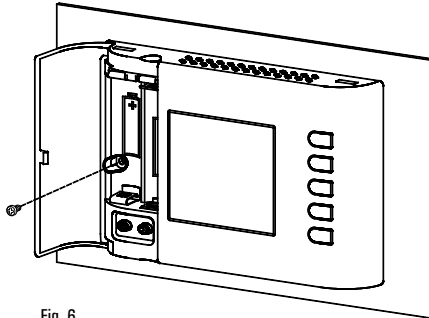

Fig. 6
- 5 Fissare il corpo del cronotermostato alla piastra a muro tramite le viti in dotazione che trova sede all'interno del vano portatile (Fig. 6).